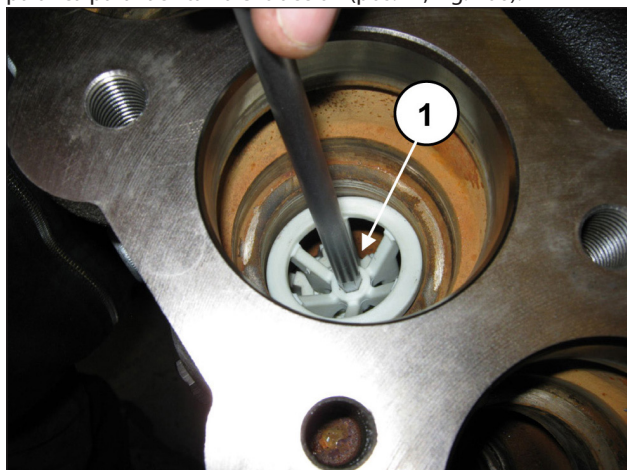

Fig. 106
Extraer el distanciador de la guía de la válvula introduciendo una llave hexagonal de 8 mm en el alojamiento y haciendo palanca para facilitar la extracción (pos. ①, Fig. 106).